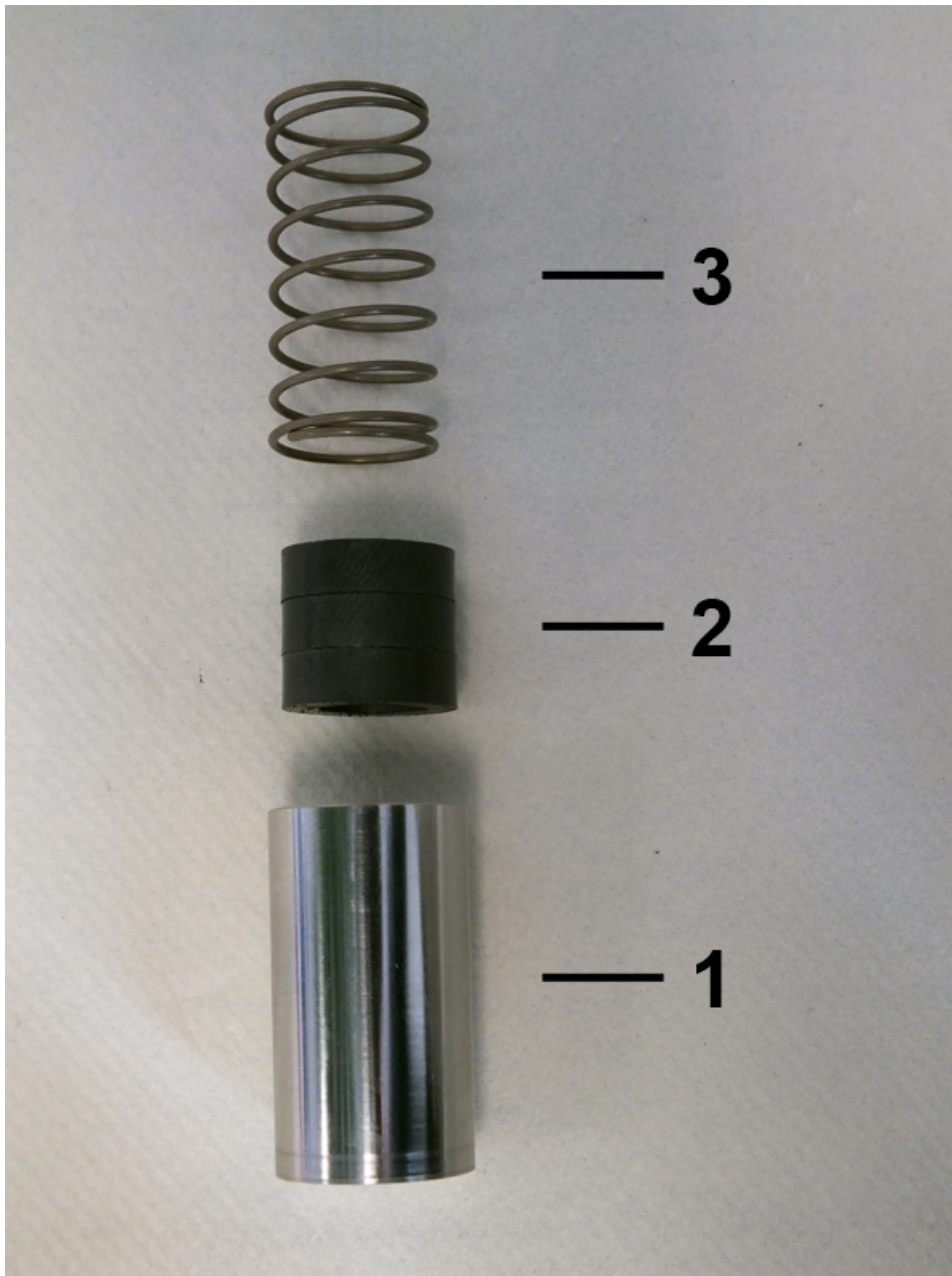

Abb. 59: Innenteile
6. ➤ Feder (Abb. 59/3) mit Magneten (Abb. 59/2) in den Schwebekörper (Abb. 59/1) einführen, dabei die Magnetpolung beachten (Nordpol in Richtung Geräteausgang)